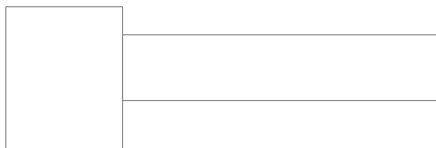

图 2-37 打开素材模型
(1) 单击常用工具栏中的【打开】按钮，打开一幅素材模型，如图 2-37 所示。